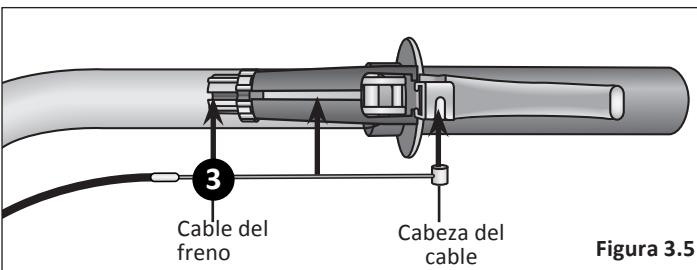

Figura 3.5
- 3 Deslice el cable del freno a través de las ranuras y coloque la cabeza del cable en la maneta de freno. **Figura 3.5**